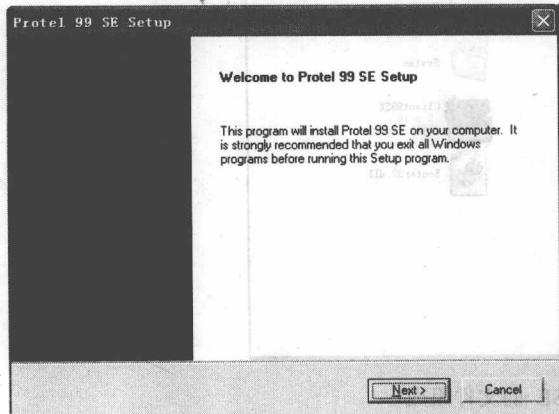

图 1-1 欢迎信息
(1) 将 Protel 99 SE 软件安装光盘放入到计算机光盘驱动器中，或到 ALTIUM 公司网站将 Protel 99 SE 软件的免费版本下载到计算机中。
(2) 放入光盘，可以进行自动安装，出现欢迎信息（图 1-1）。也可以在安装文件中找到“setup.exe”可执行文件，双击进行安装，也可出现如图 1-1 所示的界面。